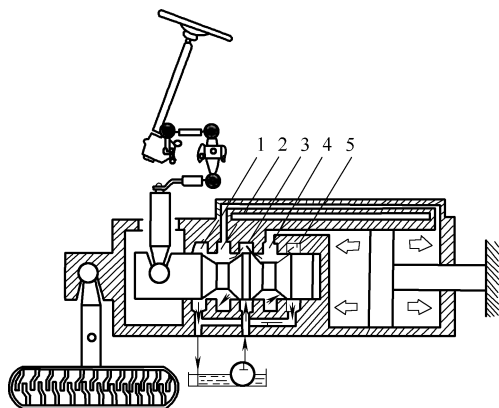

图 1-35 液压助力系统工作原理
(2) 液压助力式转向装置 液压助力式转向是在机械式转向系统的基础上, 增设了一套液压助力装置, 转动方向盘的操纵力, 已不作为直接迫使车轮偏转的力, 而是使控制阀进行工作的力。车轮偏转的力由转向液压缸产生。这一装置一般用于较重型叉车, 如 CPC50Y 型叉车等。其主要优点是: 操纵轻便, 转向灵活, 工作可靠, 可利用油液的阻尼作用, 吸收、缓和路面冲击。缺点是: 结构复杂, 制造成本高。如图 1-35 所示。